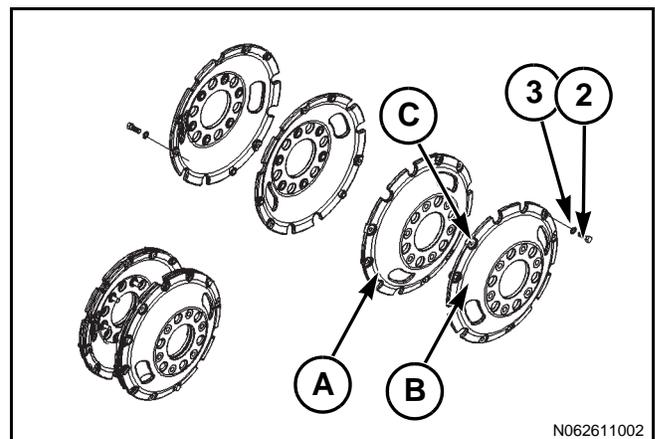

FIG. 225
FIG. 225: Arme el peso de polea de guía auxiliar en las ranuras situadas alrededor del borde exterior del peso de polea de guía base en la ubicación (C). Use seis pernos (2) y seis arandelas (3) para armar el peso de polea de guía auxiliar.